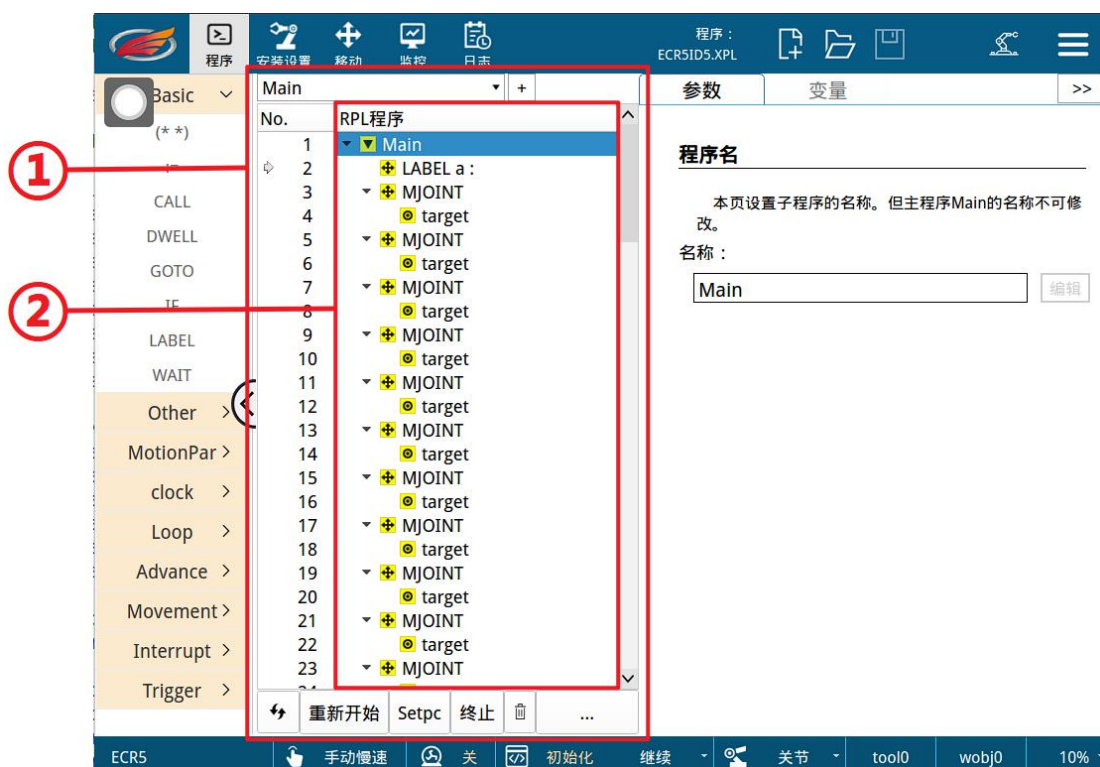

图 3-1 程序树显示区域
程序树显示区域为左侧指令栏和右侧参数显示区中间的显示区域，如图 3-1 中所示，图中①区域为程序树显示区，图中②为程序树。在程序树显示区，用户可以进行查看当前程序的所有指令，切换、新建、删除子程序，刷新编程界面，设置程序开始执行位置，终止程序，以及删除指令等操作。